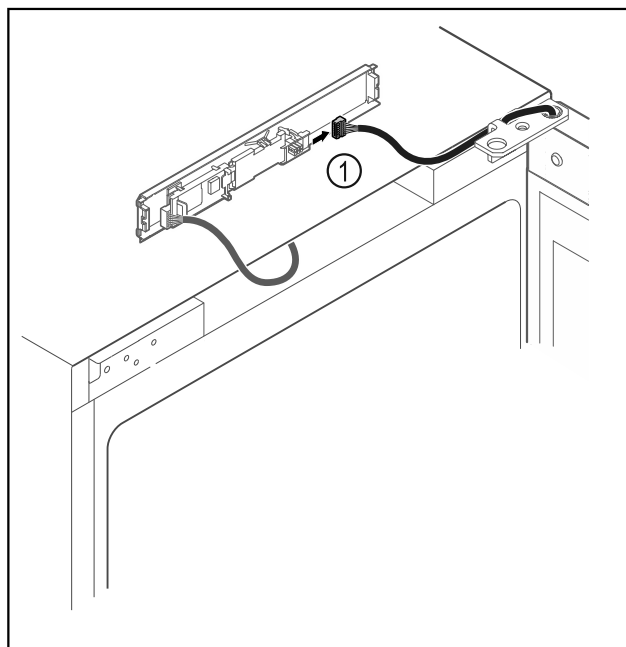

Fig. 18
- Atvienojiet spraudni Fig. 18 (1) no shēmas plates.